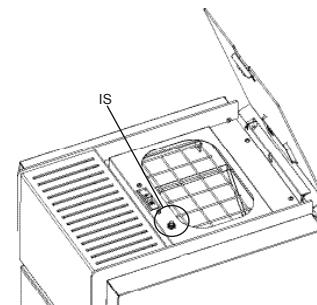

Abb. 8.1
**Nach dem Beladen mit Pellets ist der Behälterdeckel unbedingt zu schließen. Der Sicherheitsschalter (nur bei Modellen, die über einen solchen verfügen) prüft, ob der Deckel geschlossen ist (IS in Abb. 8.1) und löst einen Alarm im Ofen aus, wenn der Deckel bei eingeschaltetem Ofen länger als 60 Sekunden offen bleibt.**